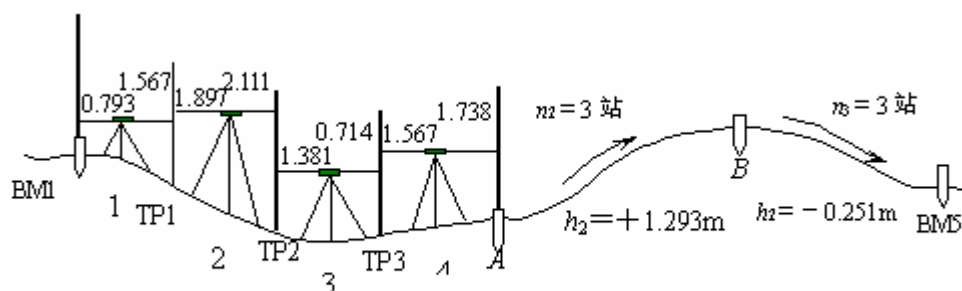

图 2-30 附和水准路线测量示意图
6. 为了测得图根控制点A、B的高程，由四等水准点BM. 1（高程为 29. 826m）以附和水准路线测量至另一个四等水准点BM. 5（高程为 30. 386m），观测数据及部分成果如图 2-30 所示。试列表进行记录，并计算下列问题：